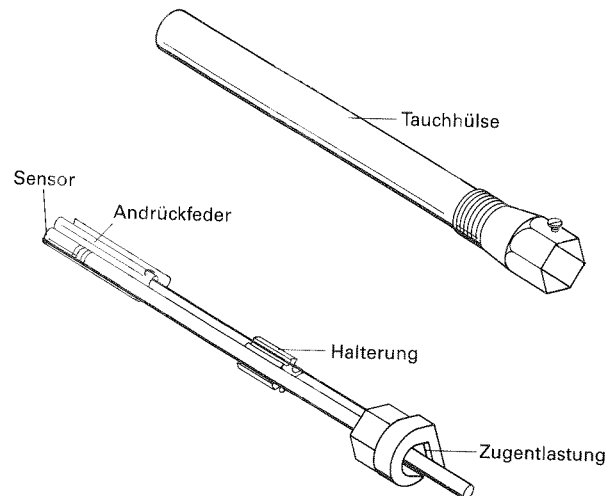

Abb. 3.11
3. Sensor entsprechend Abb. 3.11 mit der Sensorbefestigung verbinden. Dabei beachten: